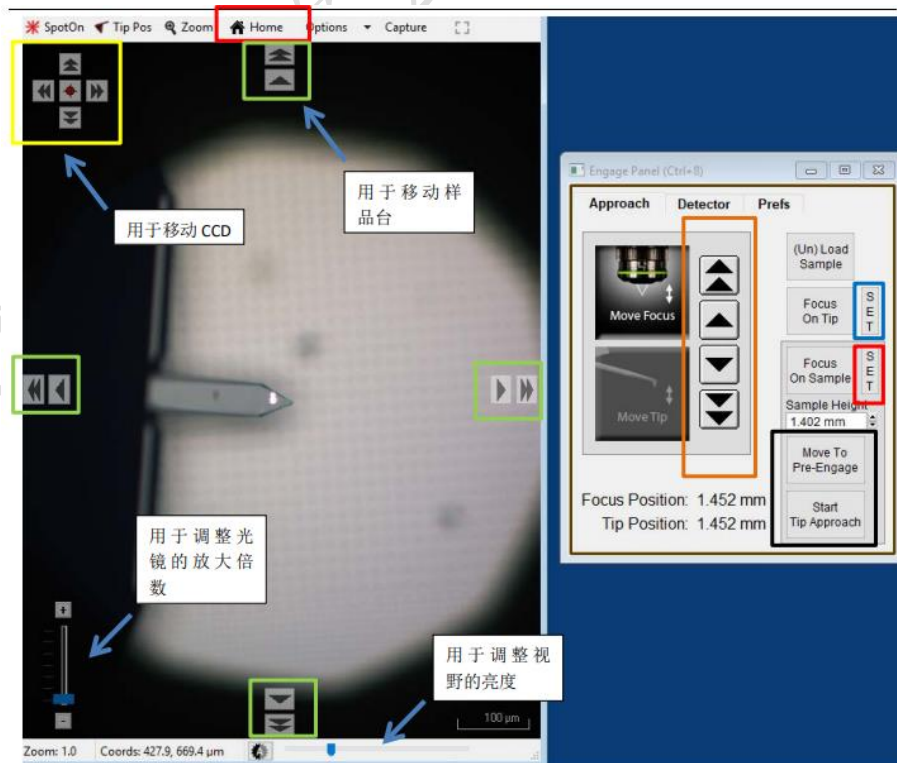

图 6-12
(15) 针尖定位。在“Video”窗口，点击“Tip Pos”，鼠标箭头会变成一个小旗子，放在针尖上，然后鼠标再次点击“Tip Pos”，变回鼠标箭头模式。
(16) 聚焦样品表面。继续向下调节聚焦，直至聚焦在样品表面上，点击 Focus on Sample 的右侧的 SET 按钮，此时可以看到 Sample Height 的数值会更新。
(17) 点击图 6-12 中标黑的“Move To Pre-Engage”按钮，这会使探针位于样品表面 70 μm 的位置。观察激光光斑是否有偏移，如果有可以微调其位置。